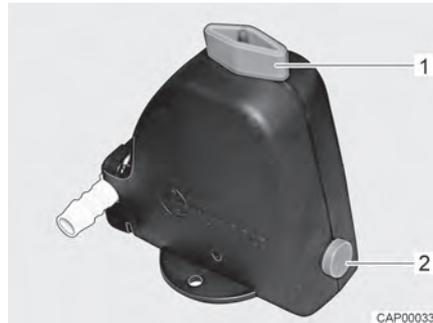
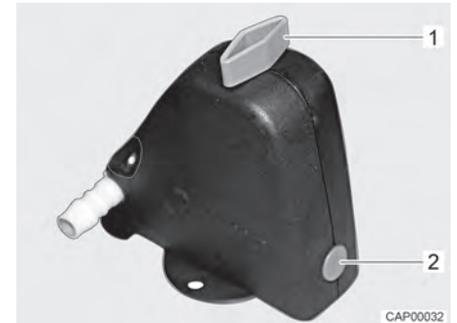

Fig. 127 Valve de sécurité et de vidange ouverte
Fig. 128 Valve de sécurité et de vidange fermée
- Fermer la valve de sécurité et de vidange. Tourner pour cela le bouton rotatif (Fig. 127,1) dans le sens transversal par rapport à la valve de sécurité et de vidange et enfoncer le bouton-poussoir (Fig. 127,2). La valve de sécurité et de vidange fermée est représentée à la Fig. 128. Lorsque la température descend en dessous de 6 °C, la valve de sécurité et de vidange ne peut pas être fermée.